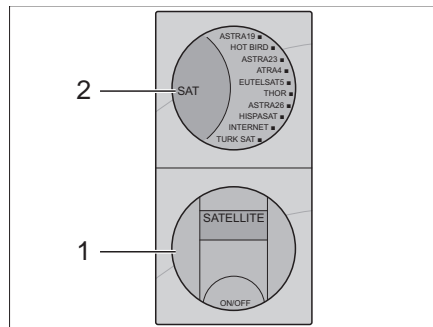

Fig. 40 Menu utente pannello (variante 2)
- Accendere l'impianto satellitare premendo il tasto ON/OFF (Fig. 40,1).
- Premere il tasto SAT (Fig. 40,2) per selezionare uno dei satelliti 10 memorizzati.
- Premere il tasto ON/OFF (Fig. 40,1).